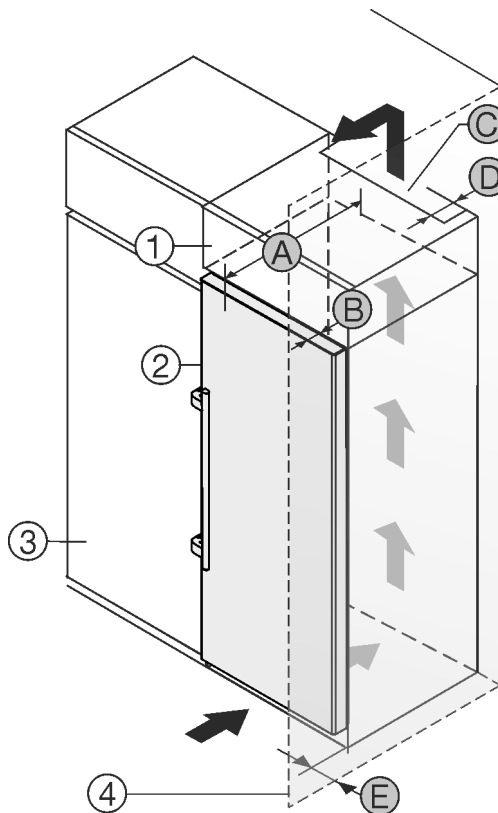

Fig. 1
Můžete přístroj nainstalovat přímo vedle kuchyňské skřínky Fig. 1 (3).
Na zadní straně nástavné skřínky musí být větrací šachta hluboká Fig. 1 (D) přes celou šířku nástavné skřínky.
Pod stropem místnosti musí být dodržen větrací průřez Fig. 1 (C).
Když přístroj instalujete závěsy vedle stěny Fig. 1 (4), musí být vzdálenost mezi přístrojem a stěnou minimálně 57 mm. To odpovídá přesahu madla při otevřených dvířkách.
Aby bylo možné dvířka plně otevřít, musí přístroj přesahovat o hloubku dvířek *Fig. 1 (B)* vůči přední linii kuchyňské skříňky. V závislosti na hloubce kuchyňských skříněk *Fig. 1 (3)* a použití vymezovačů odstup od stěny může přístroj vyčnívat dále.